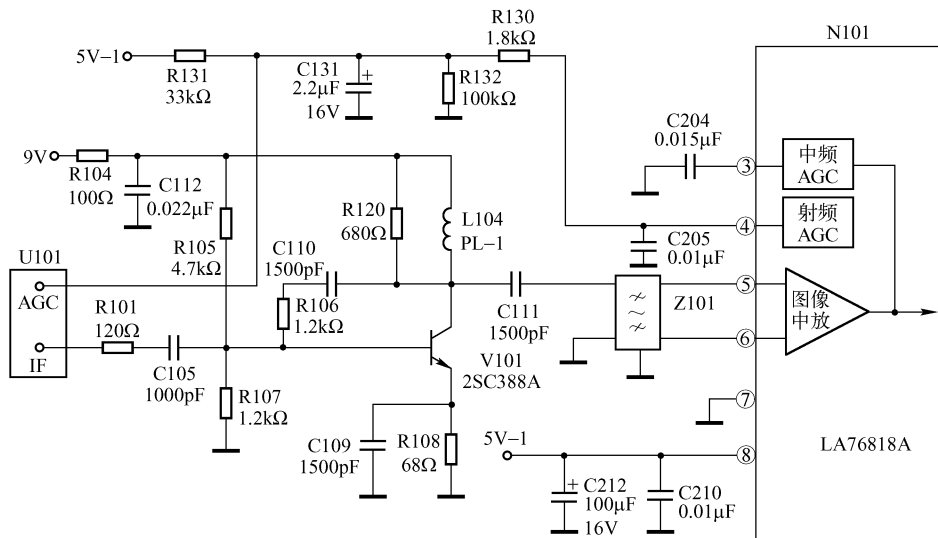

图 5-20 长虹 H2186W 机型中的中频放大处理电路原理图
中频放大处理电路主要包含在 LA76818A 集成电路的内部，仅有极少数引脚外接少量的分立元器件，如图 5-20 所示。因此，在电路分析及实际维修中，应主要注意 LA76818A ③~⑧脚的工作电压、信号波形及外接的由分立元器件组成的电路，而对 IC 内部就不必细究。
在如图 5-20 所示中，V101 与其周围元器件组成前置中频放大器。其中，V101（2SC388A）为预中频放大管，用于激励 Z101 声表面波滤波器；C105、R101 组成耦合输出电路，用于选出 38MHz 图像中频载波信号；R108 为 V101 预中放管的射极电阻，主要起交